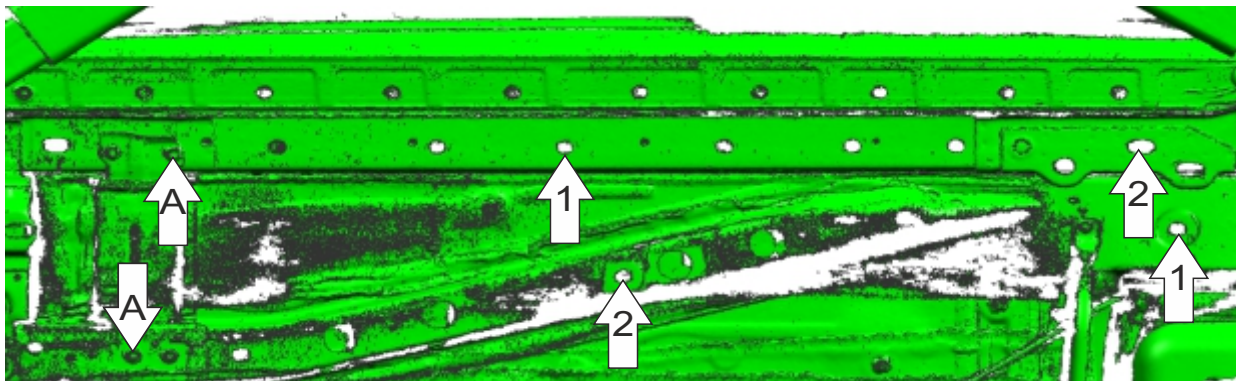

Рис. 1
1. Выкрутить штатные болты «А». Извлечь заглушки в средней и задней частях порога. Вложить закладные М8х70/20 «1» (зафиксировав их положение разогнув усики) и закладные М10х100/20 «2». (Рис. 1)